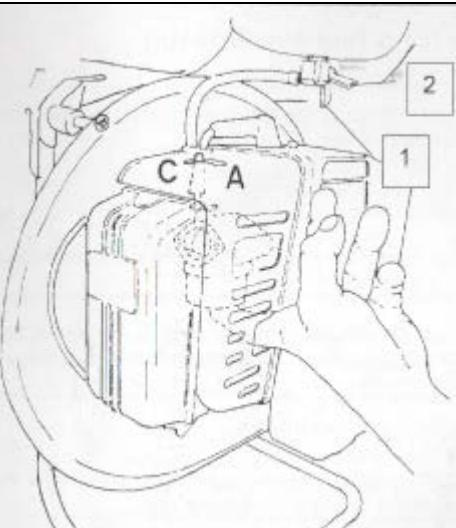

Рисунок 4. Кран подачи топлива
2. Убедитесь, что кран подачи топлива (рисунок 4, номер 1) открыт.
1. Убедитесь, что кран подачи топлива (рисунок 4, номер 1) открыт, а выключатель находится не в положении «STOP».